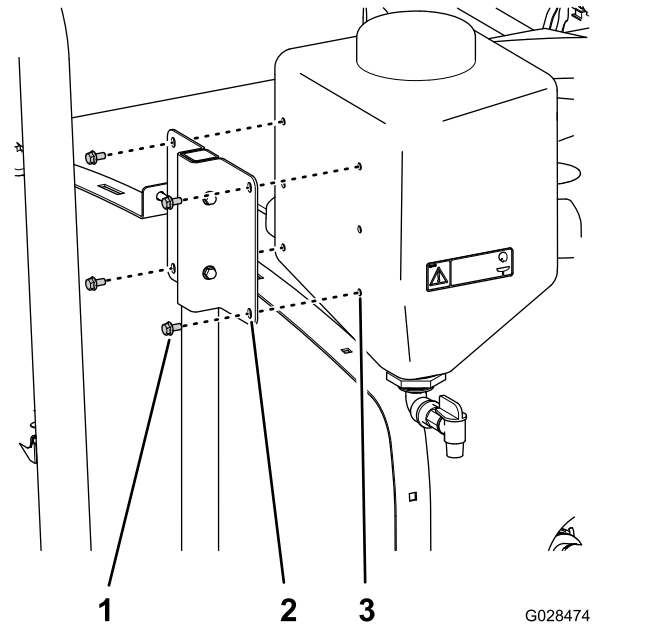

図 37
6. 真水タンクをマウントに固定する 図 37 フランジヘッドボルト5/16 x ⅝"4本を使用する。
5. 真水タンクのマウントについている穴にインサートを入れる 図 37。